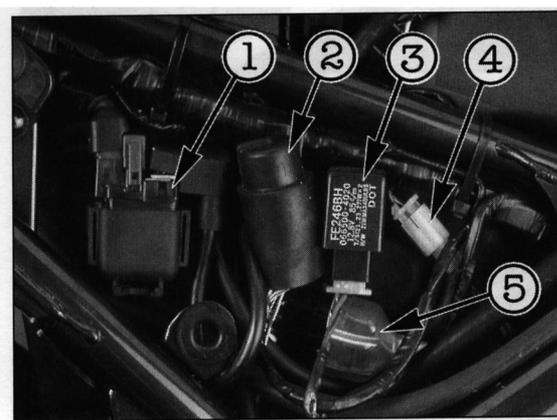

Bild 87
- Falls Blinkerrelais ③ Bild 87 defekt, Relais
- Die Hauptsicherung (30 A) befindet sich unter rechtem Seitendeckel am Starterrelais ① Bild 87.